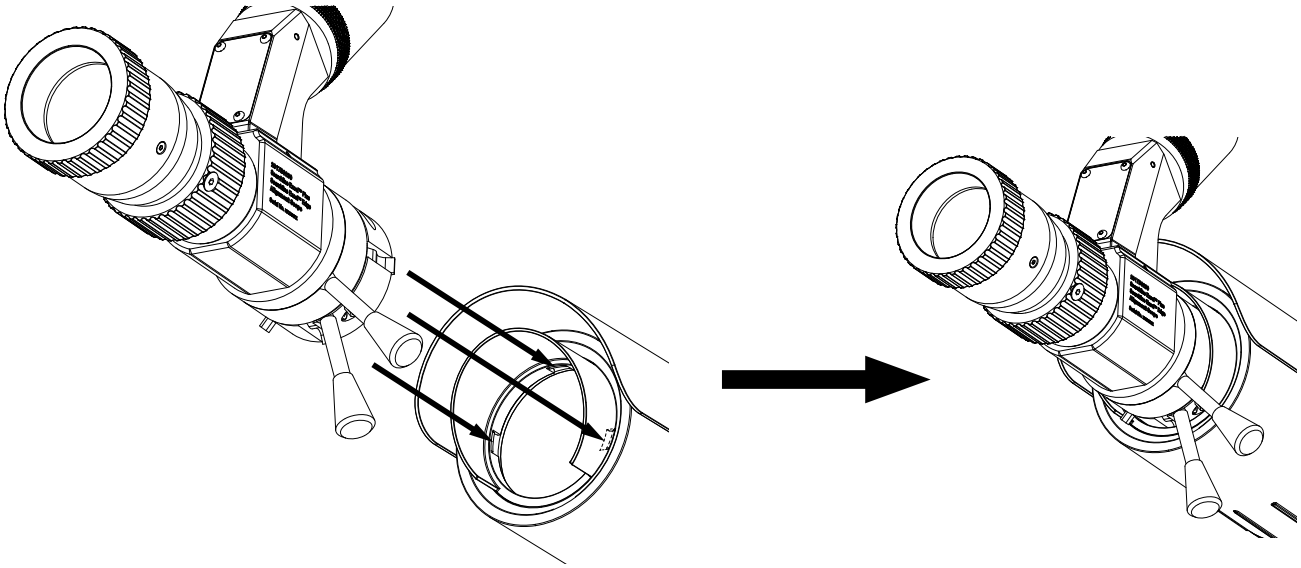

图 34. 将 Alignment Scope 安装到四个插槽上
校准发射器和接收器的基本程序相同。Searchline Excel Alignment Scope 适用于 Searchline Excel Plus 和 Searchline Excel Edge, 只需连接到发射器和接收器的正面即可 (图 34), 且必须依次安装到每台仪器, 先从发射器开始。
3. 将 Alignment Scope 完全推回到仪器的四个槽上 (图 34)。